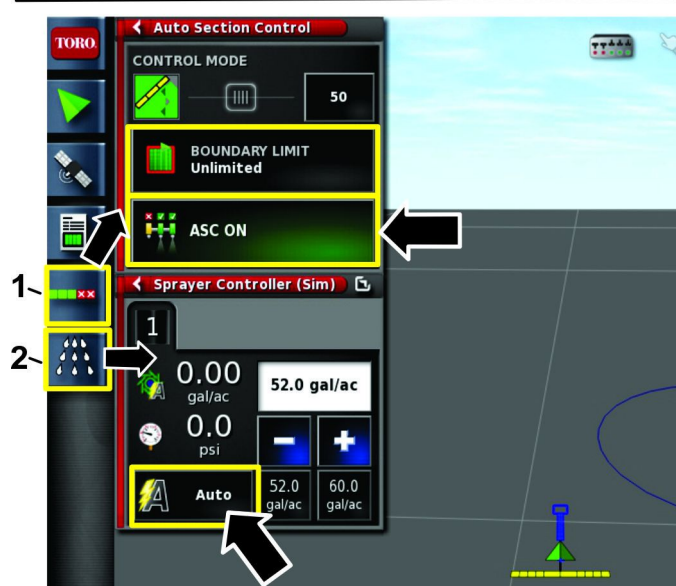

Рисунок 112
- Нажмите на значок НАСТРОЙКИ АВТОМАТИЧЕСКОГО УПРАВЛЕНИЯ СЕКЦИЯМИ и значок КОНТРОЛЛЕРА ОПРЫСКИВАТЕЛЯ (Рисунок 112).
- Нажмите на значок ASC, чтобы установить его в положение Вкл., выберите предел границ, установив его в положение «НЕОГРАНИЧЕННОЕ ПОЛЕ», и установите управление нормой внесения в положение АУТО (АВТОМАТИЧЕСКИЙ РЕЖИМ) (Рисунок 112).